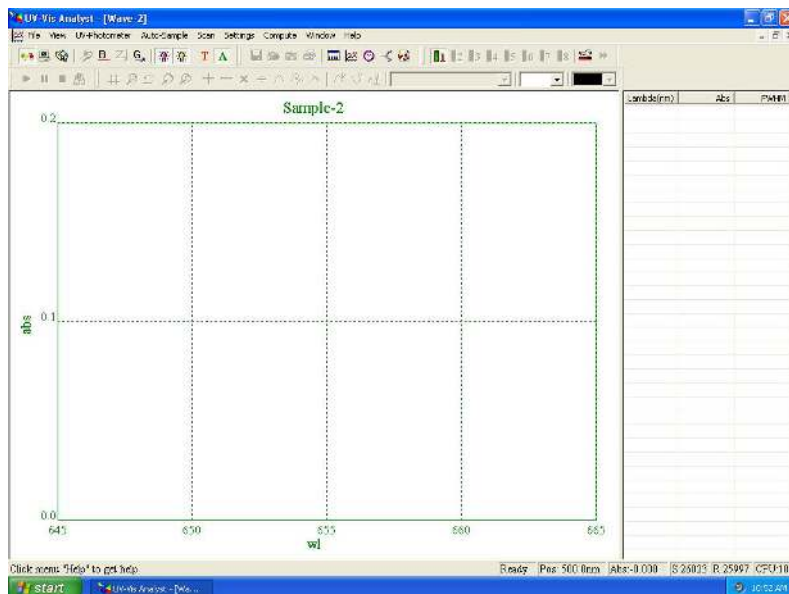

図. 4-10
1. ツールバーの  新たなサンプルスキャン測定をクリックすると、以下のフォームが表示されます。(図. 4-10).